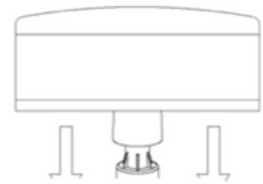

ABBILDUNG 5
- Legen Sie das Scheuerpad über die Spitze der Jet-Düse und drücken Sie fest darauf. (ABBILDUNG 5)